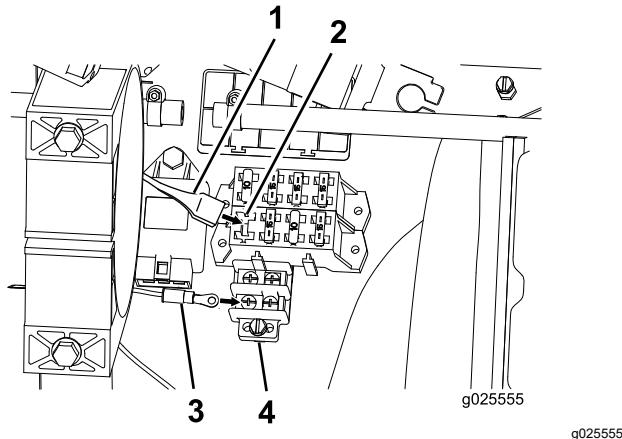

Figura 20
1. Collegate il cablaggio preassemblato al portafusibili e il filo di messa a terra alla morsettiera di messa a terra (Figura 20).